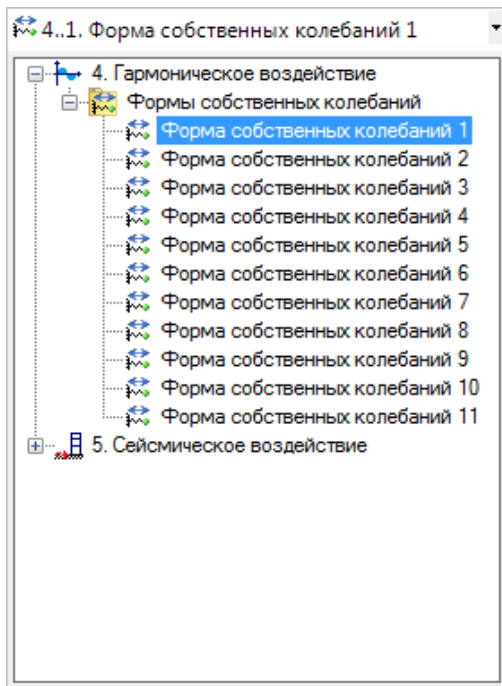

Рис. 165. Выбор формы колебаний
- Для просмотра первой формы колебаний гармонического воздействия в выпадающем списке нагружений выберите **4. Гармоническое воздействие**, в подпункте **Формы собственных колебаний** укажите **Форма собственных колебаний 1** (рис. 165).